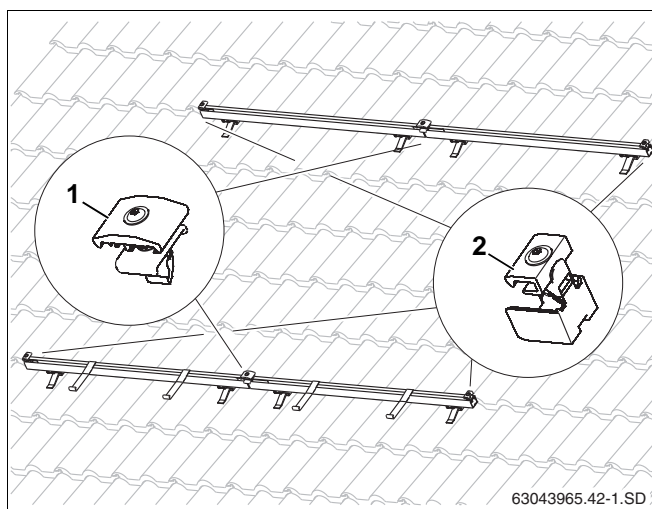

Fig. 41 Fastgørelseselementer til solfangeren
Solfangerne fastgøres på profils Skinnerne med de ensidede opspændingsanordninger (fig. 41, **pos. 2**) ved start og slut på solfangerrækken og dobbeltsidede opspændingsanordninger (fig. 41, **pos. 1**) mellem solfangerne.